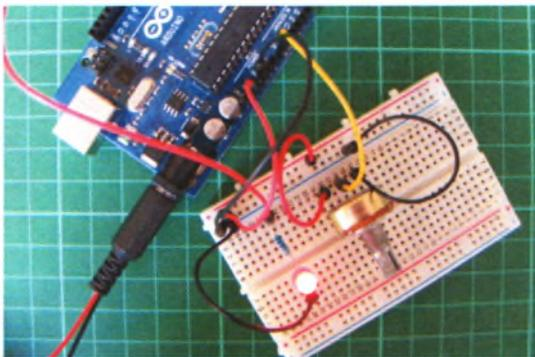

РИСУНОК 2.2
1. Установите потенциометр на макетную плату и подключите центральный контакт потенциометра к контакту A0 платы Arduino. Подключите один из внешних контактов потенциометра к положительной шине 5 В, а другой — к заземлению (GND) на макетной плате (не имеет значения, в каком порядке подключены внешние контакты потенциометра; эти инструкции отражают вариант подключения, продемонстрированный в этой книге), как показано на рис. 2.2.